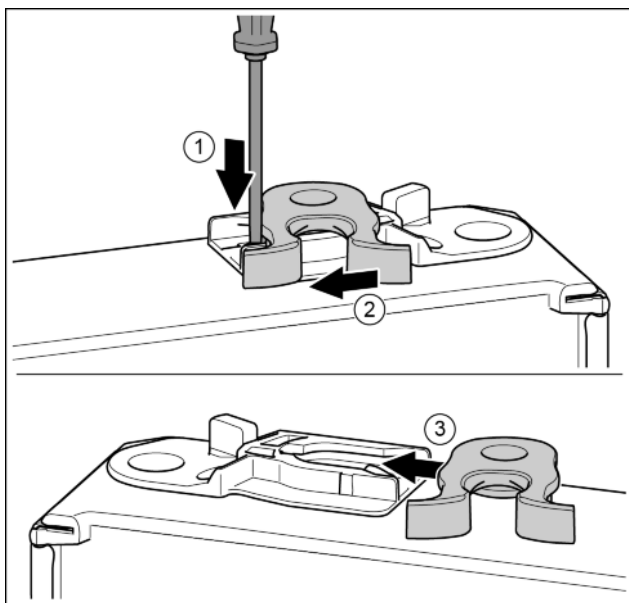

Fig. 18\*
- ▶ Нажать накладку шлицевой отверткой вниз.\* Fig. 18 (1)
- ▶ Запорный крючок вывести из направляющей.\* Fig. 18 (2)
- ▶ Запорный крючок вставить в направляющую с другой стороны.\* Fig. 18 (3)